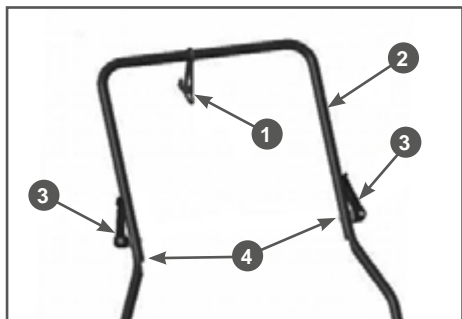

Рис. 4 Соединение стоек и нижних частей рабочей рукоятки
- Установить на стойки нижнюю часть рабочей рукоятки. Установите кронштейн 1 кабеля включения на нижнюю часть рабочей рукоятки 2 (Рис. 4). Совместите отверстия на стойках и нижней части рабочей рукоятки и соедините их фиксаторами 3 и гайками 4, как показано на Рис. 4.